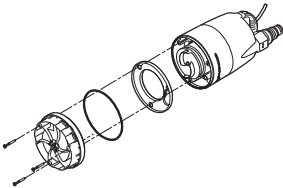

Рис. 11 Демонтаж деталей, находящихся в днище насоса
- 3. Демонтировать детали, находящиеся в днище насоса, смотрите рис. 11